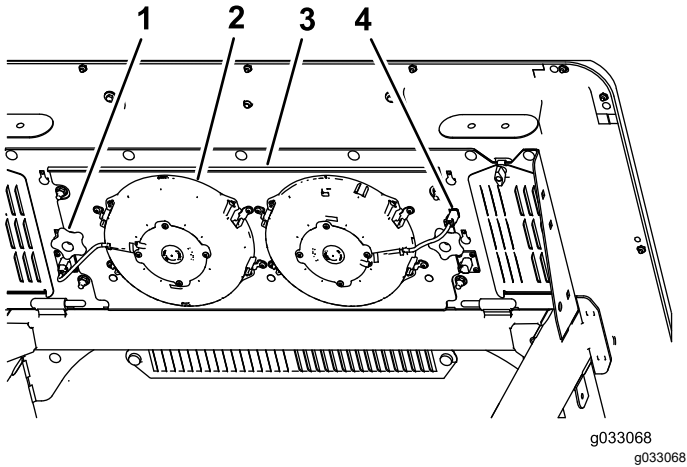

图 56
3. 从插座上断开风扇的插头和电源线图 56。
4. 卸下将风扇面板组件和风扇固定驾驶室顶部图 56 下方的 2 个旋钮然后取出组件。